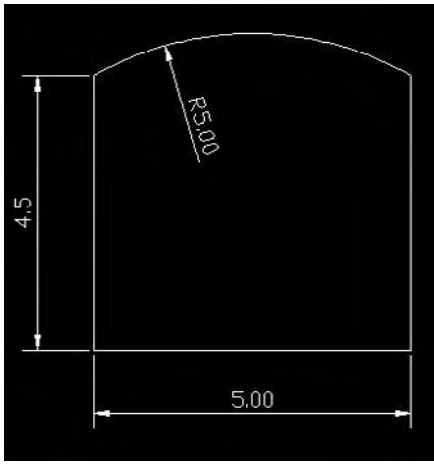

Fig.20.11
- 1 A l'arrière de la résidence créez une ouverture voûtée à partir d'une polyligne de  $5 \times 4.5$  m (fig.20.11).